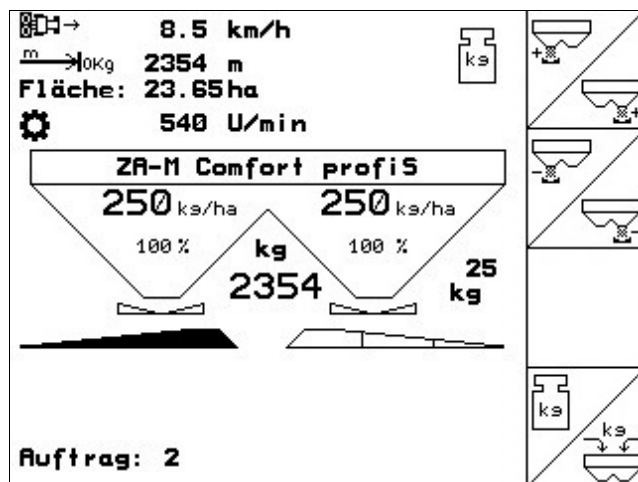

Fig. 6
- Durante el trabajo, el **Menú de Trabajo** (Fig. 6) muestra todos los datos de esparcido necesarios. Desde aquí se maneja el esparcidor durante la distribución.